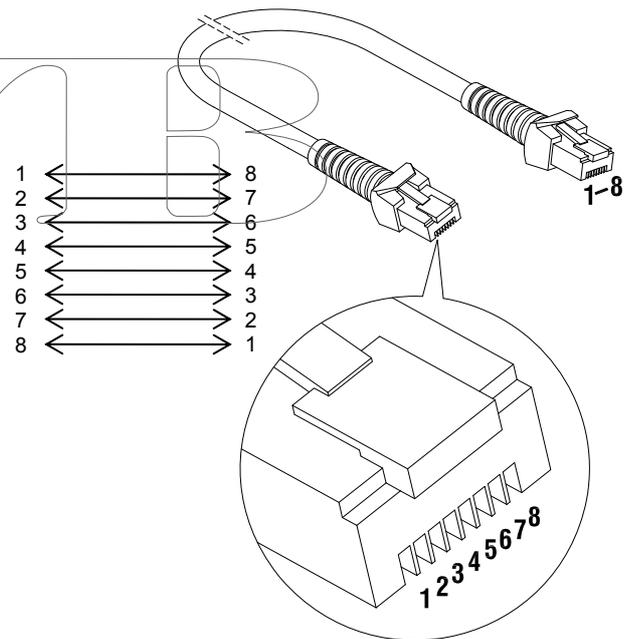

Abbildung 20: Modulares Kommunikationskabel, querverdrahtet, 8-polig
- Beim Parallelbetrieb (siehe Abschnitt 3.4): Modulares 8-poliges Kommunikationskabel (maximale Länge 15m) für die Kommunikation zwischen zwei Mass Combi Geräten. Siehe Abb. 20.